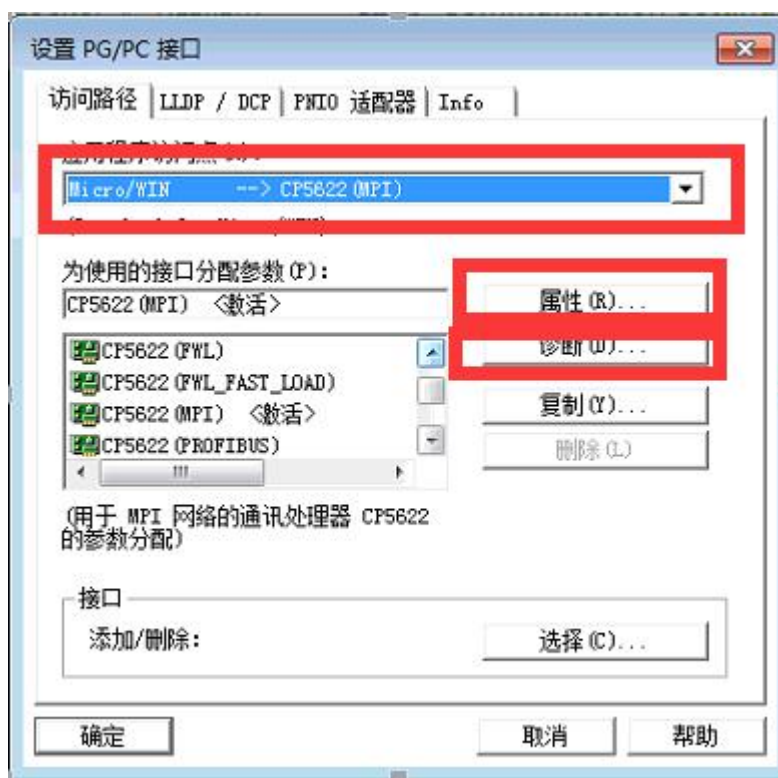

图 1-6
2、控制面板-“设置 PG/PC 接口”弹出图 1-6 所示。